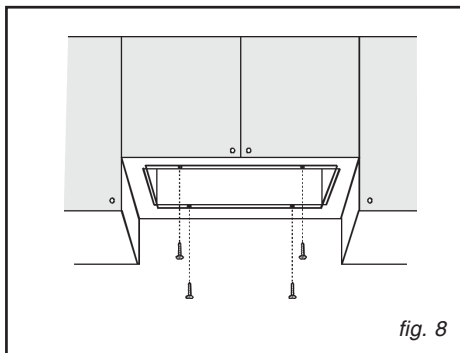

fig. 8
- MONTAGE DES MODELES SHG86-SHG88-SHG89 (Fig. 8): fixez l'appareil au meuble au moyen des 4 vis d'assemblage.